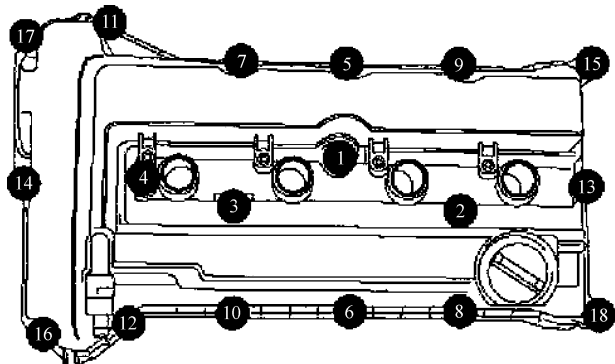

图 19-26 气缸盖罩螺栓紧固顺序
- 25) 安装气缸盖罩并按照图 19-26 中所示的螺栓紧固顺序紧固螺栓。